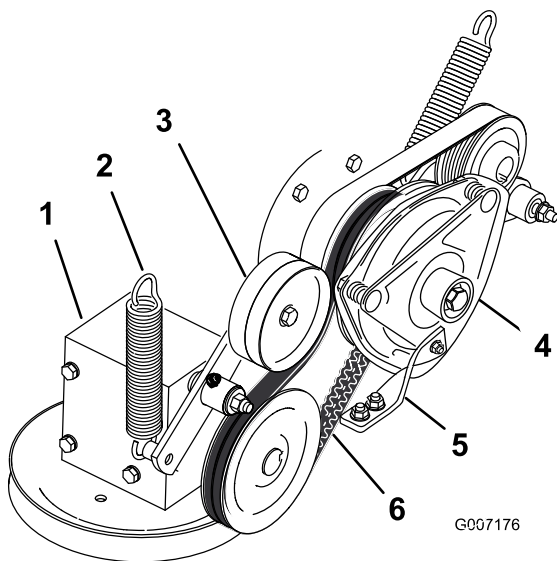

Figura 92
4. Retire el muelle del brazo de la polea tensora (Figura 92).
7. Instale la correa de transmisión de la TDF alrededor de la polea del embrague y la polea de la caja de engranajes (Figura 92).
9. Instale el muelle en el brazo tensor (Figura 92).